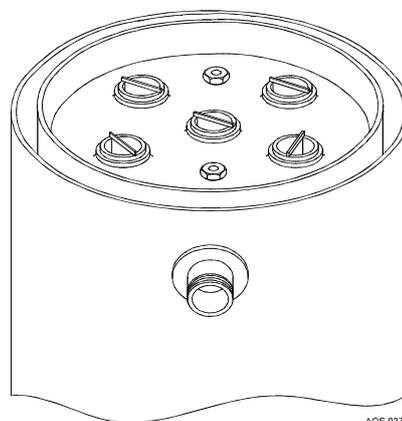

Figura 6 - Substituição dos ânodos
3. Retire a tampa. A fixação dos ânodos serão visíveis (veja figura 6);